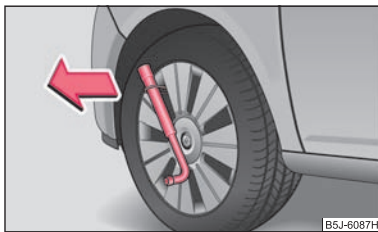

Abb. 152 Radvollblende ausbauen
- Schieben Sie den Radschlüssel durch den Bügel, stützen Sie den Radschlüssel an dem Reifen ab und ziehen Sie die Blende ab ⇒ Abb. 152.